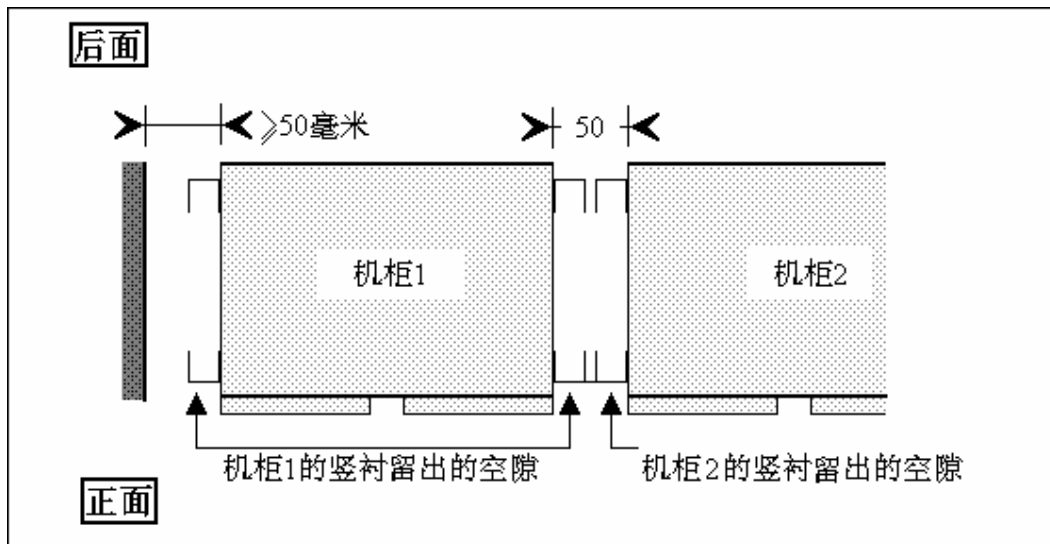

图30. 由机柜的竖衬产生的空隙
2. 机柜两侧面的竖衬是用来留出25毫米的空间，以便几个机柜并排放置时，用户能够打开机柜门（见图30）。如果机柜侧面靠墙安装还要额外留出空间来，使机柜侧面与墙的距离达到50毫米以上。